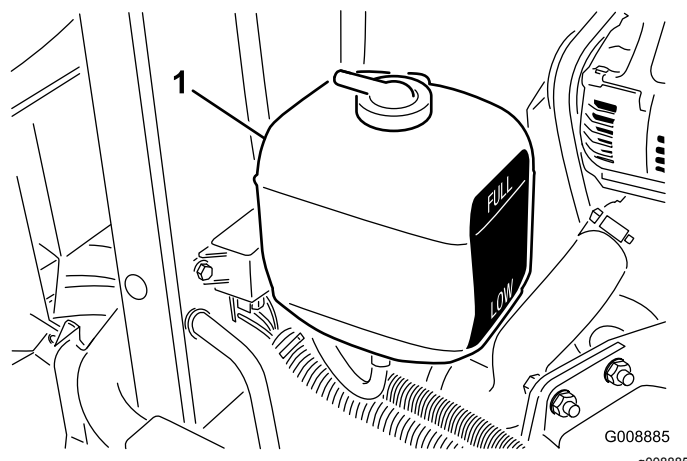

図 29
1. 補助タンクの冷却水量を点検する図 29。エンジンが冷えた状態で、タンク側面についている本の線の間であれば適切である。